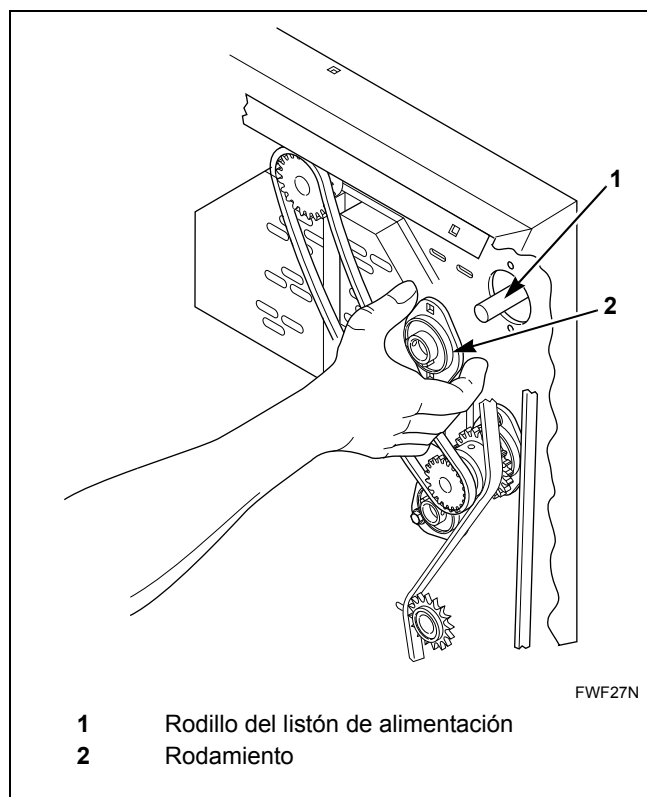

Figura 28
7. Quite el cojinete al presionar hacia la izquierda. Consulte la *Figura 28*.